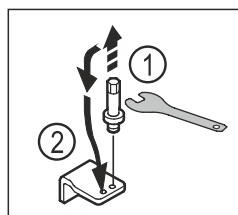

Fig. 14
- ▶ Odvrnite svornjak donjeg ležajnog postolja vanjskim šesterostranim ključem veličine 5. *Fig. 14 (1)*
- ▶ Umetnite svornjak na suprotnoj strani. *Fig. 14 (2)*